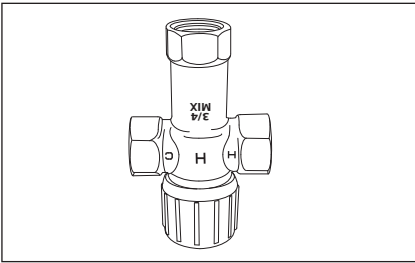

Figure 25 - Régler les mitigeurs thermostatiques à chaque point d'utilisation à 49 °C (120 °F) ou moins.
**▲ AVERTISSEMENT!** Les températures plus élevées augmentent le risque de brûlure, mais même à 49 °C (120 °F), l'eau chaude peut brûler la peau (voir page 4 et Figure 25).
**page 4 et Figure 25).**